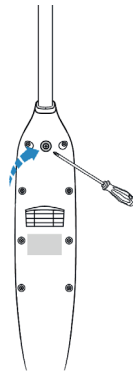

Fig. 2
- Para desmontar, retire el tornillo de la parte trasera. Luego, presione el resorte con un objeto duro en el orificio del tornillo y extraiga el mango (Fig. 2).